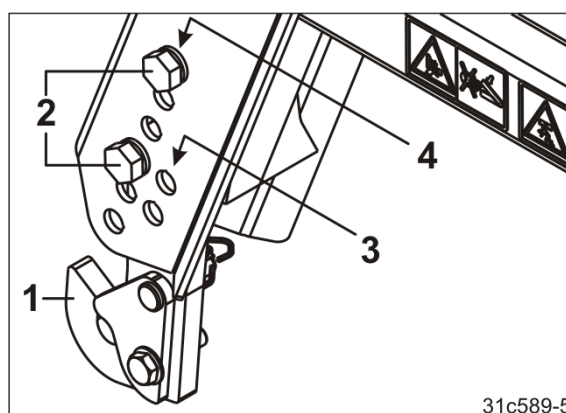

Fig. 93
1. Fixer les crochets (Fig. 93/1) sur le châssis de levage en utilisant respectivement deux vis (Fig. 93/2).
- Groupe perforé (Fig. 93/3) pour petit diamètre de rouleau
- Groupe perforé (Fig. 93/4) pour grand diamètre de rouleau.